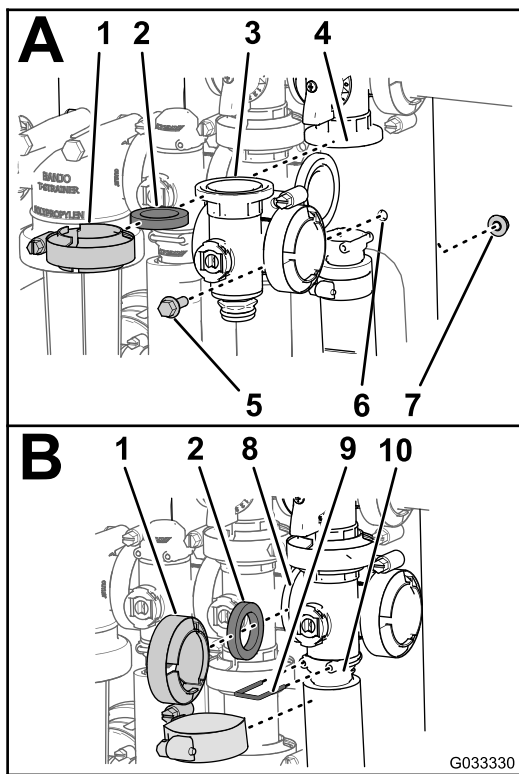

Bild 77
1. Fluchten Sie den Flansch des Hauptausleger-Ventilverteilers, eine Dichtung und den Flansch des Hauptausleger-Sicherheitsventils aus (A in Bild 77).
- Montieren Sie den Hauptausleger-Ventilverteiler, eine Dichtung und das Hauptausleger-Sicherheitsventil mit einer Klemme und ziehen sie mit der Hand an (A in Bild 77).
- Fluchten Sie den Flansch des Hauptausleger-Ventilverters, eine Dichtung und den Rührwerkventilverteiler aus (B in Bild 77).
- Montieren Sie den Hauptausleger-Ventilverteiler, die Dichtung und den Rührwerkventilverteiler mit einer Klemme und ziehen sie mit der Hand an (B in Bild 77).
- Fluchten Sie den Flansch des Hauptausleger-Ventilverters, eine Dichtung und das Gehäuse des Hauptauslegers aus (B in Bild 77).
- Montieren Sie den Verteiler des Hauptausleger-ventils und die Fassung mit einer Klemme und ziehen sie mit der Hand an (B in Bild 77).
- Stecken Sie einen Halter in das Auslaufanschlussstück, um das Endkappen-Anschlussstück am Auslaufanschlussstück zu befestigen (B in Bild 77).